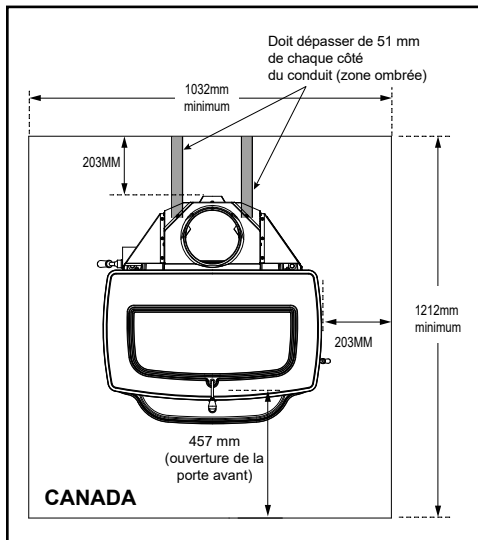

Figure 3.7
**\*EXCEPTION :** Lorsque l'évacuation est horizontale, des protections de plancher incombustibles doivent s'étendre sous le conduit et se prolonger de 51 mm (2 po) de chaque côté du conduit, Figure 3.7.